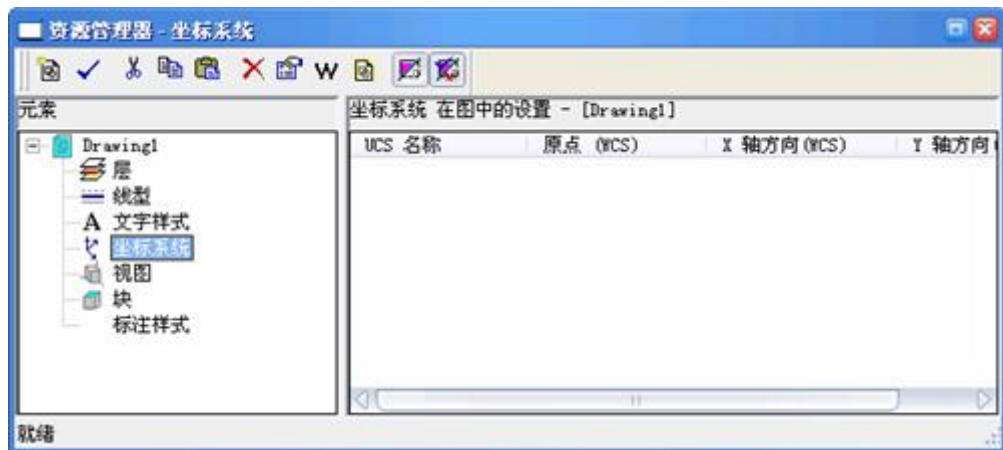

图 14-9 坐标系统对话框
**提示：**执行 Dducsp，出现用户坐标系统（UCS）对话框，点选“UCS 管理”按钮后出现如图 14-9 所示的资源管理器--坐标系统对话框。